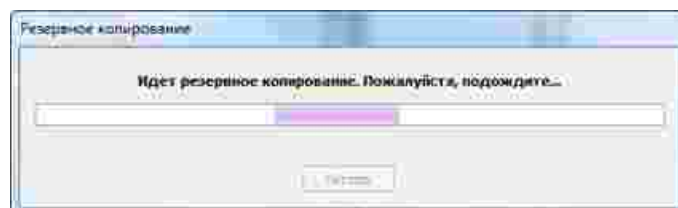

Рис. 69 Выполнение процесса резервного копирования
3. Выполнение процесса резервного копирования сопровождается показом следующего окна, см. Рис. 69.